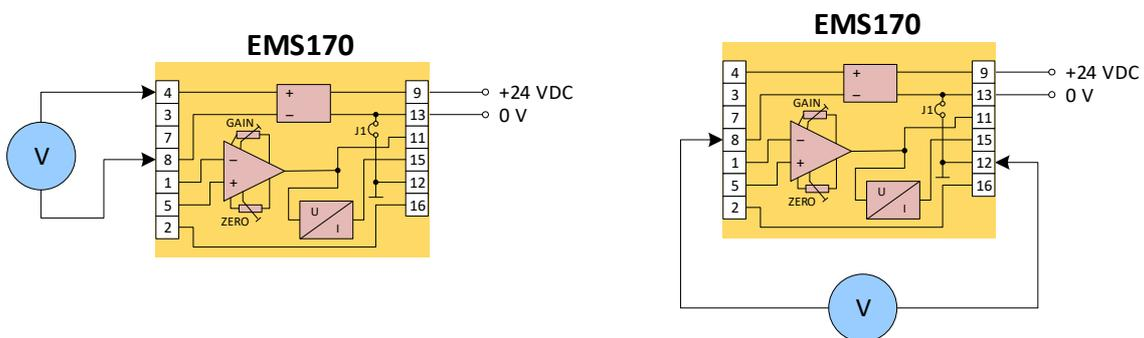

Рис. 9. Измерение напряжения питания датчика
2. **Контроль питания датчика 1 (вхолостую).** Питательное напряжение датчика измеряется на клеммах 4 и 8, по соединению, указанному на рис. 9. Правильное значение 5 В или 10 В (в зависимости от конфигурации) с допуском $\pm 5\text{ мВ}$. Если напряжение выходит за пределы этого диапазона, передатчик явно поврежден. Внимание, клемма 8 не подключена к заземлению передатчика. Потенциал клеммы 8 составляет $2,5\text{ В} \pm 5\text{ мВ}$ относительно клеммы 12 (аналоговая земля), его также необходимо измерить.